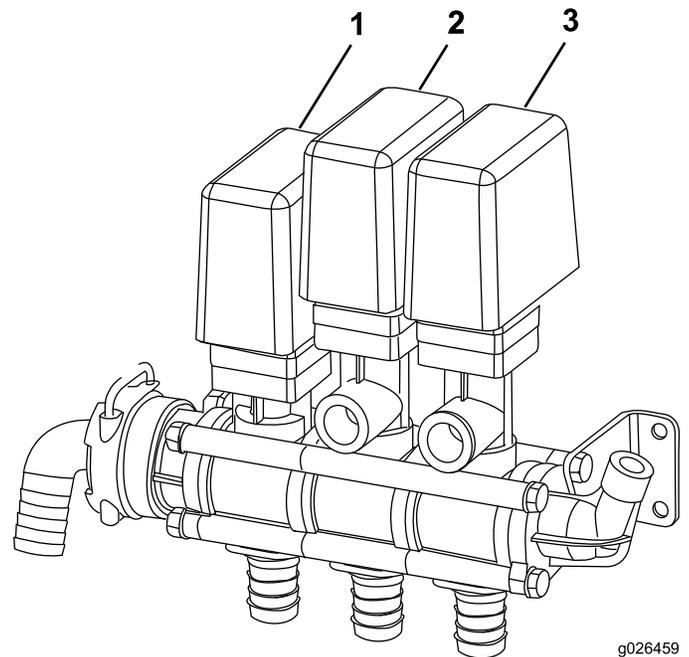

**Figura 4**
**Nota:** Las juntas tóricas y los espaciadores pueden caerse. Consulte la Figura 4 para asegurarse de que están correctamente colocados (Figura 4).